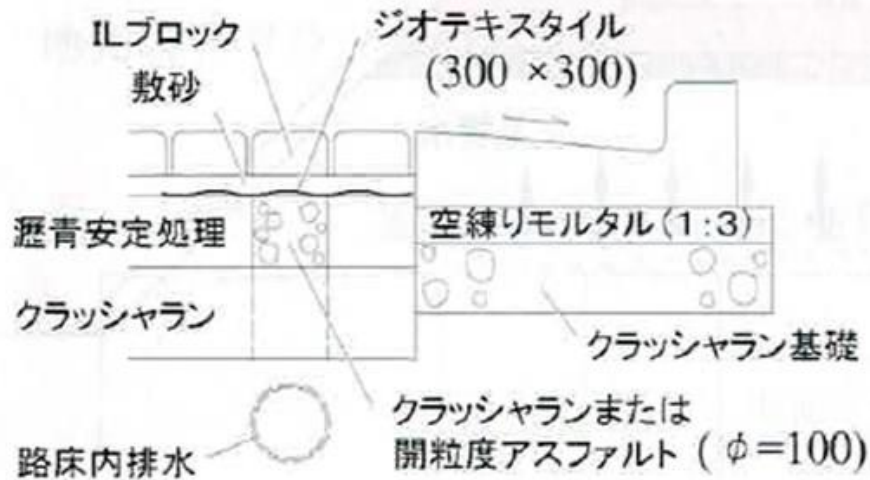

図4 上層路盤の瀝青安定処理路盤に排水孔を設置した排水処理例
- ㊦ L型側溝を用いる場合の事例として、上層路盤の瀝青安定処理路盤に排水孔(コア直径100mm程度)を設けて下層路盤のクラッシャーランに排水するように施工します(図4)。この場合、排水孔には下層路盤に使用するクラッシャーランまたは開粒度アスコンを使用しますが、その上には敷砂が流入しないようにジオテキスタイルを300mm角程度にカットして敷設します。